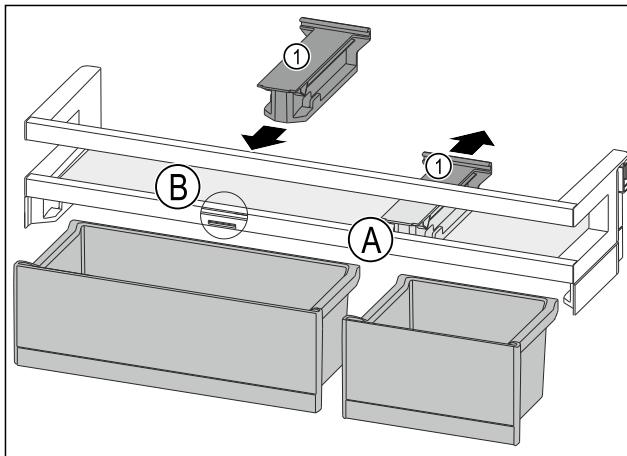

Fig. 81
- Halteteil Fig. 81 (1) in Position Fig. 81 (A) nach hinten abziehen.
- Halteteil Fig. 81 (1) in Position Fig. 81 (B) einsetzen.